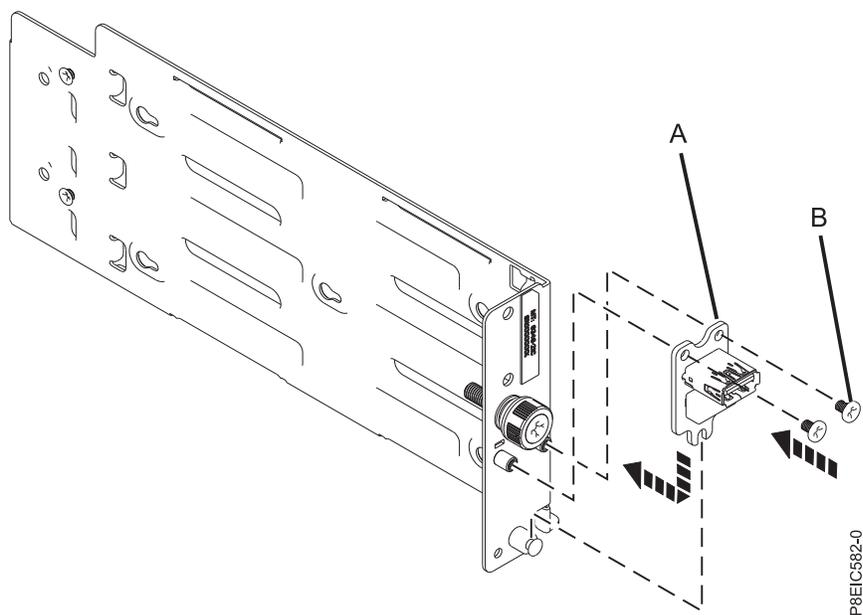

Figura 110. Substituindo a placa USB
2. Utilizando o pino de alinhamento, abaixe a placa USB (A) e o cabo no suporte; substitua os dois parafusos (B) para prender a placa USB, conforme mostrado na Figura 110.